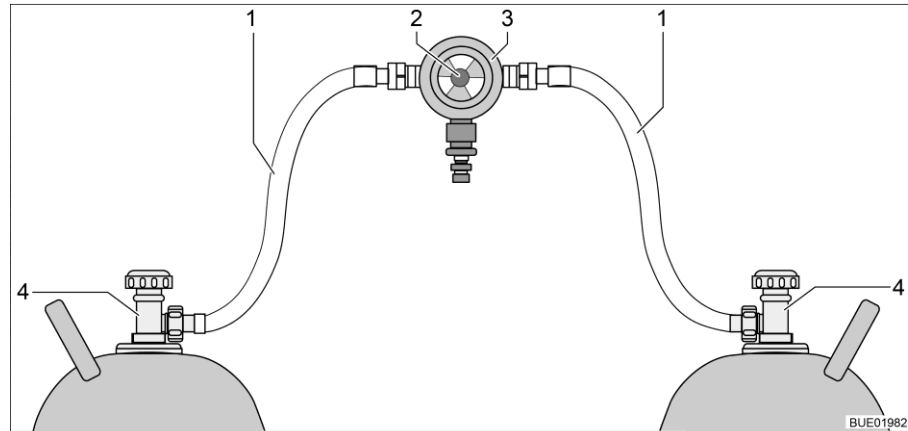
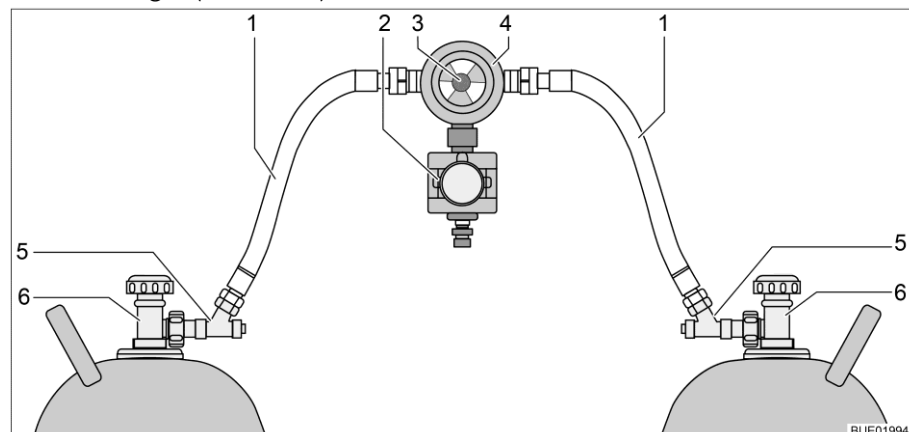

Bild 170 Omkopplingsenhet för gasflaskor
Bild 171 Omkopplingsenhet för gasflaskor med CPU
Omkopplingsenheten för gasflaskorna består av en kombinerad gastrycksregulator med omkopplingsventil och visning (Bild 170,3). Omkopplingsenheten för gasflaskor är monterad mellan de två gaslangarna (Bild 170,1).
Omkopplingsenheten för gasflaskorna består av en kombinerad gastrycksregulator med omkopplingsventil och visning (Bild 171,4) och en elektroventil (Bild 171,2). Elektroventilen spärrar vid kraftig bromsning, olycksfall eller kraftig lutning, av gastillförseln till fordonet. Omkopplingsenheten för gasflaskor är monterad mellan de två gaslangarna (Bild 171,1) med slangbrottssäkringar (Bild 171,5).
Med vredet (Bild 170,2 resp. Bild 171,3) på omkopplingsenheten, ställer du in vilken av gasflaskorna som ska användas som driftflaska och vilken gasflaska ska användas som reservflaska.
Med kontrollenheten (Bild 172) kan endast de elektriska funktionerna styras. Gasflaskornas huvudavstängningsventiler (Bild 170,4 resp. Bild 171,6) måste öppnas eller stängas för hand.
- Öppna huvudavstängningsventilerna på gasflaskorna (Bild 170,4 resp. Bild 171,6).
- Tryck in slangbrottssäkringarna (Bild 171,5) i 10 sekunder, efter varandra.
- Välj med vredet (Bild 170,2 resp. Bild 171,3) på omkopplingsenheten, gasflaskan som ska prioriteras (driftflaska). Vrid alltid vredet till stoppläget.
- Stäng huvudavstängningsventilerna på gasflaskorna (Bild 170,4 resp. Bild 171,6).